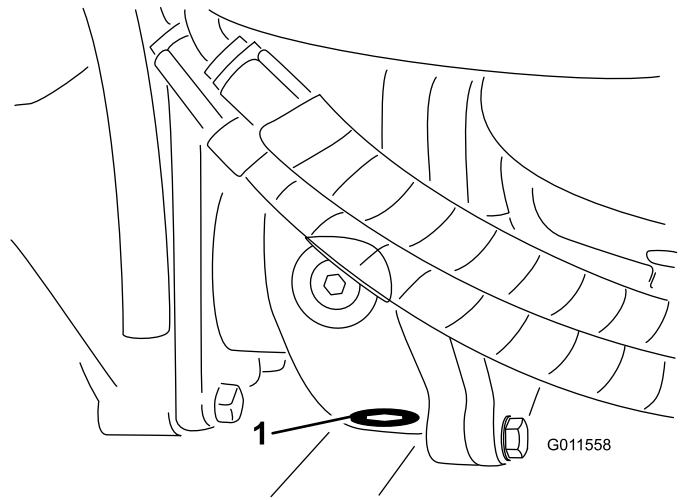

Bild 78
5. Reinigen Sie den Bereich um die Ablassschraube an der Unterseite des Getriebes (Bild 78).